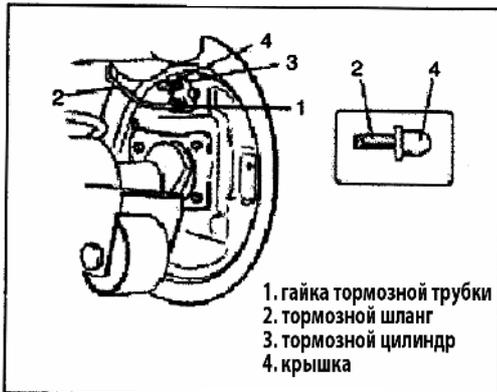

Рис. 573
- 5) Отсоедините тормозную трубку от тормозного цилиндра и установите заглушку для предотвращения вытекания тормозной жидкости (Рис.573).